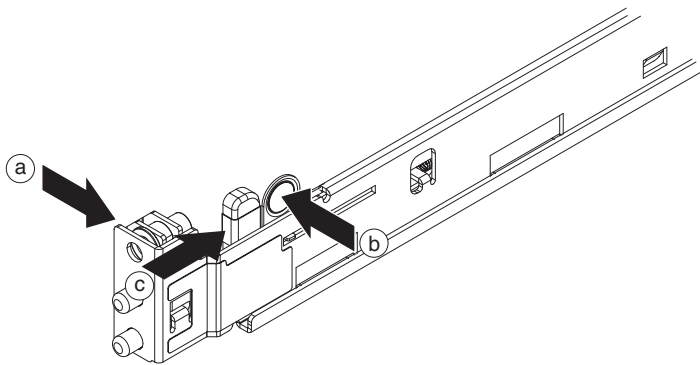

Figure 6. Partie avant gauche de la glissière fixée à l'armoire
4. Insérez la partie avant gauche de la glissière (voir figure 6). Pour insérer la glissière avant gauche, procédez comme suit :